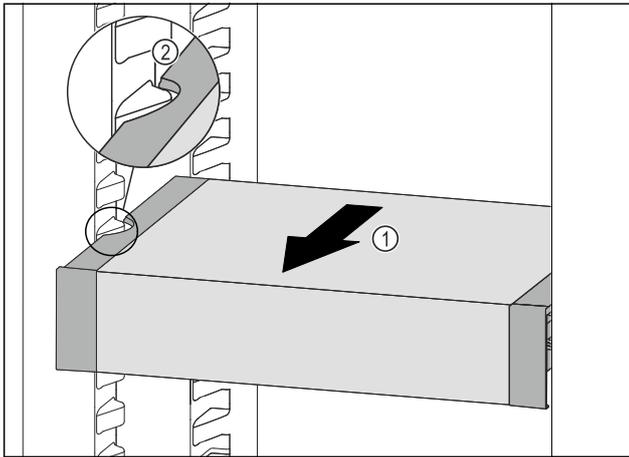

Fig. 92
- ▶ VarioSafe nach vorne ziehen Fig. 92 (1), bis sich die seitlichen Aussparungen des VarioSafes auf Höhe der Behälterrippe im Kühlteil befinden. Fig. 92 (2)